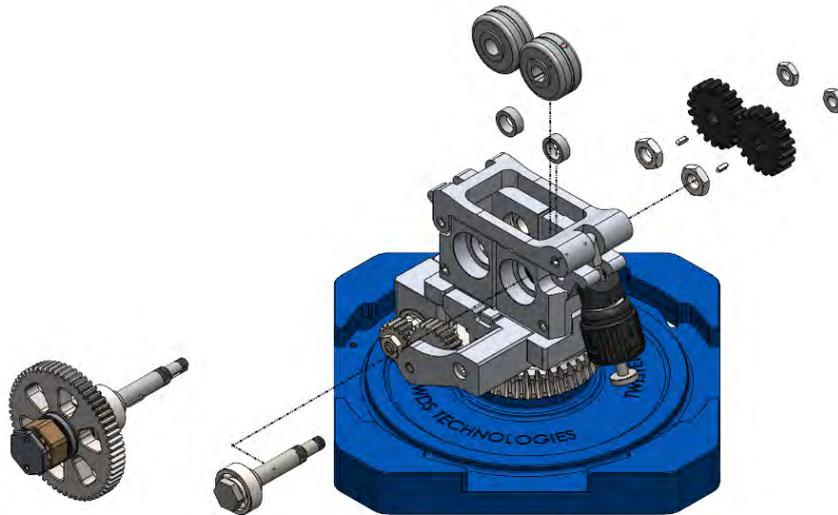

Figure 56
8. Positionner l'entretoise et le galet secondaire comme indiqué sur la figure, puis insérer l'axe en veillant à maintenir la roue relevée, de manière à ce que l'axe rentre dans le trou prévu à cet effet, et à positionner correctement la clavette. Une fois l'arbre inséré, à l'aide de deux clés plates de 13 [mm], visser l'écrou M10. Figures 56 et 57;